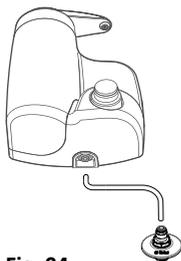

Fig. 04
- Conecte uma extremidade da mangueira na conexão niple. (Fig.04)